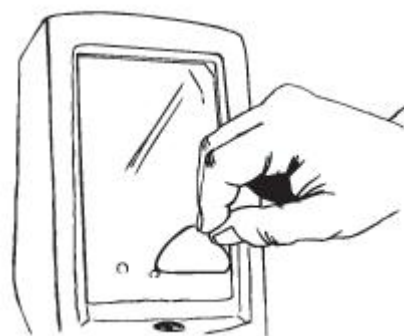

图 M-4
- 使用提供的软卡将被捕获的气泡从屏幕中心推到边缘(参见图 M-4)。小气泡应该在 48 小时内消失。